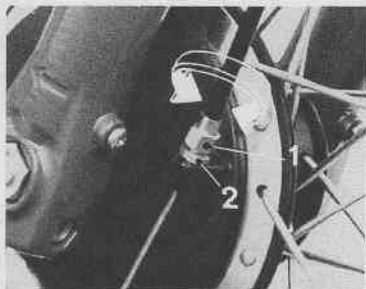

Fig. 22 - Moyeu avant
- Lorsque le tendeur au guidon est en fin de course, le revisser complètement puis agir sur celui du moyeu avant (Fig. 22).